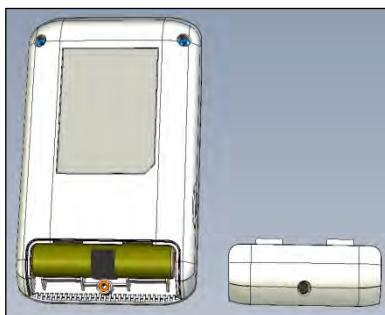
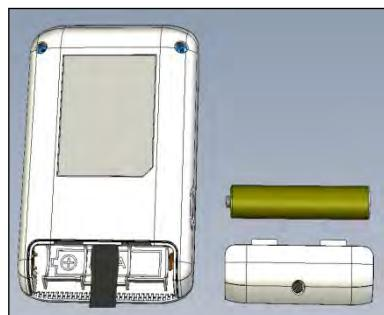

Fig. 1a
Fig. 1b
- 7.2.1. Per installare/sostituire la batteria, svitare e togliere il coperchio del vano batteria sul retro del dispositivo (Fig. 1a). Estrarre la batteria vecchia (se presente) servendosi della striscia di stoffa incorporata; inserire la nuova batteria seguendo le indicazioni di polarità all'interno del vano batteria, (Fig. 1b), rimettere il coperchio e serrare la vite.